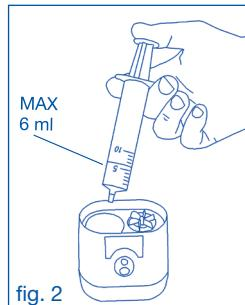

fig. 2
**2. Inserite la dose di medicinale (Max 6 ml) nell'apposita vaschetta (se utilizzate la siringa togliete l'ago) (fig. 2); è consigliabile diluire il medicinale almeno fino a 4 ml con soluzione fisiologica per ottimizzare la nebulizzazione.**